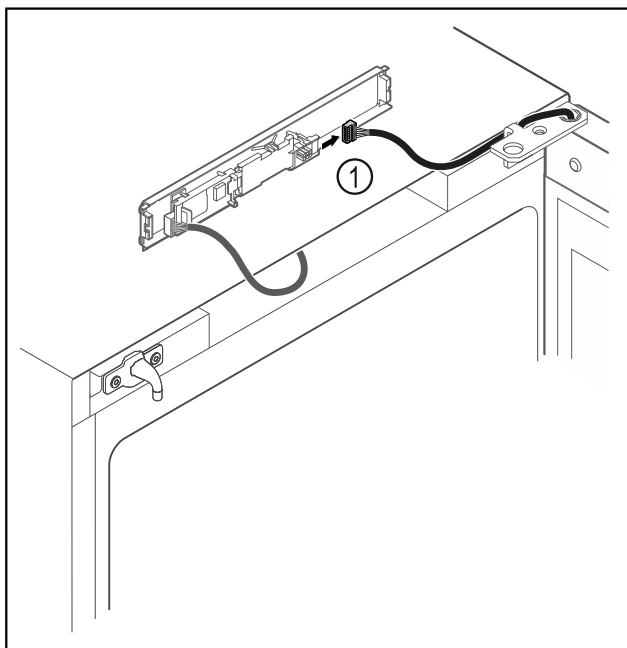

Fig. 6
- ▶ Αποσυνδέστε το φισ Fig. 6 (1) από την πλακέτα.